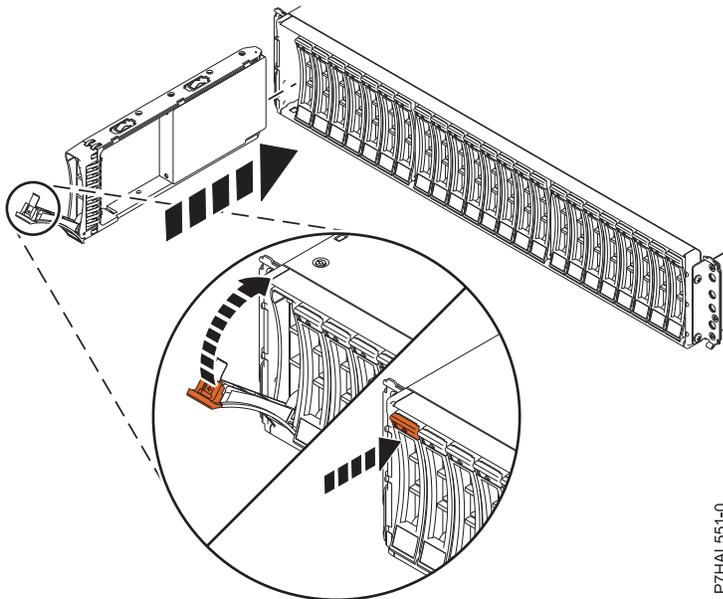

Abbildung 30. Plattenlaufwerk im 5887 Plattenlaufwerkgehäuse installieren oder austauschen
2. Der Griff muss in der entriegelten Position stehen (siehe Abb. 30 auf Seite 33), während Sie das Laufwerk unten mit Ihrer Hand abstützen und an den Führungsschienen im Gehäuse ausrichten.
6. Verriegeln Sie das Laufwerk, indem Sie den Griff **(A)** in die in Abb. 30 gezeigte Richtung drehen.